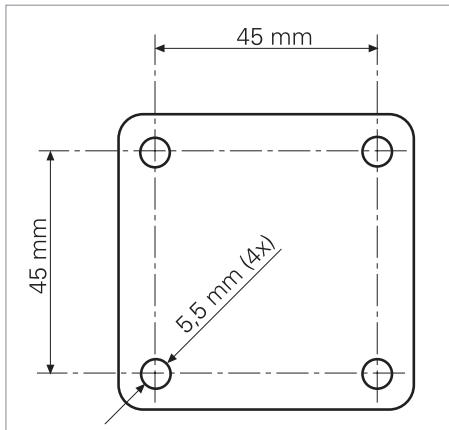

Fig. 2: Bohrbild.
**HINWEIS:** Beachten Sie das Bohrbild, siehe Fig. 2.